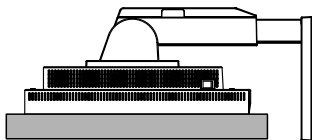

Figura S.1
1. Deposare con cura l'unità e porre lo schermo a faccia in giù su una superficie piana (**Figura S.1**).